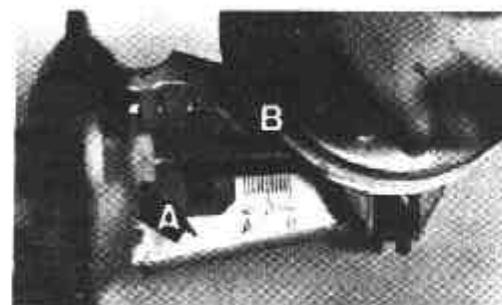

Fig. 93.
Una rueda dentada (A) (fig. 93) es la que se acciona hacia un lado u otro, para determinar el avance que corresponde al octanaje de la gasolina.
El ajuste normal corresponde al arillo (B) (fig. 93), coincidiendo con la marca central (0) de la escala graduada.